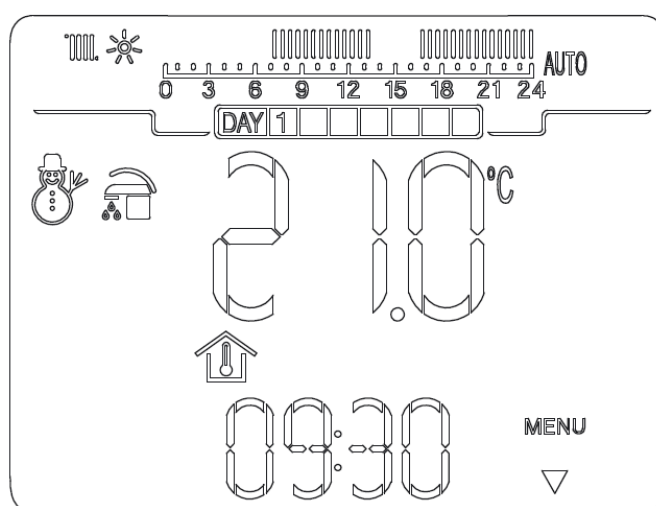

Fig. 10
- **Зимний режим (❄️).** В этом режиме котел может обеспечивать приготовление горячей воды и обеспечивать функцию отопления. В зимнем режиме CAR^{V2} может работать как в автоматическом, так и в ручном режимах. Для более подробных сведений обратитесь к параграфу 6 данного руководства. При этом на дисплее будут отображаться время и день недели, температура воздуха в помещении и часовая линейка с программой отопления и соответствующими символами (рис. 10).
- **Режим охлаждения (❄️).** В этом режиме котел может обеспечивать приготовление горячей воды и обеспечивать функцию контроля чиллера (для тех моделей, где предусмотрена данная функция) для охлаждения помещения. В режиме охлаждения пульт ДУ CAR^{V2} может работать как в автоматическом, так и в ручном режимах. Для более подробных сведений обратитесь к параграфу 7 данного руководства. При этом на дисплее будут отображаться время и день недели, температура воздуха в помещении и часовая линейка с программой охлаждения и соответствующими символами (рис. 10).